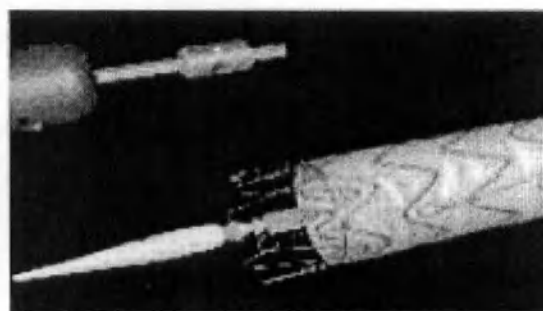

Рис.11
24. Под флюороскопическим контролем высвободите верхушки непокрытого стента Safex™ путем вытягивания высвобождающего наконечник зажима (№3, Рис.11) по направлению к отверстию для проводника. Теперь стент-графт находится в полностью раскрытом окончательном положении (Рис.11).